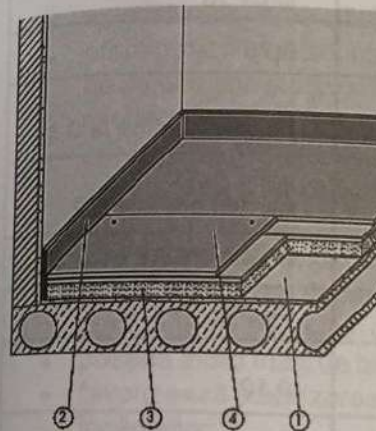

Fig. 20.2.
Pardoselile uscate sunt construcții în care plăcile de ipsos cu dimensiunile 1500x500x20 (F 131) și 1500x100 (1200)x10 (12) mm (F 135) se montează pe un strat suport din umplutură uscată sau plăci de polistiren expandat, dispuse pe o folie de hidroizolație PE în cazul planșelor de beton sau carton bituminos, parafinat sau ondulat în cazul planșelor cu grinzi de lemn (fig. 20.2).